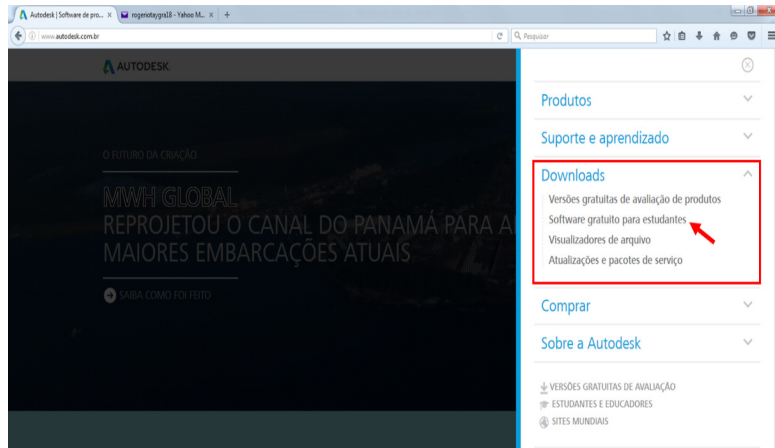

Figura 2 - Área para *downloads* para estudantes do site da Autodesk
c) Clique na opção *Downloads* e em seguida em *Software gratuito para estudantes* (Figura 2);